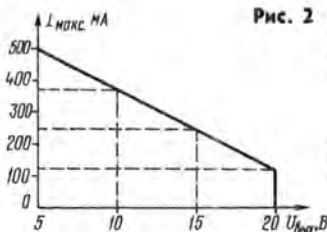

Рис. 2
5...20 В. При этом максимальное значение тока нагрузки может достигать 125...500 мА в зависимости от величины выходного напряжения (рис. 2).